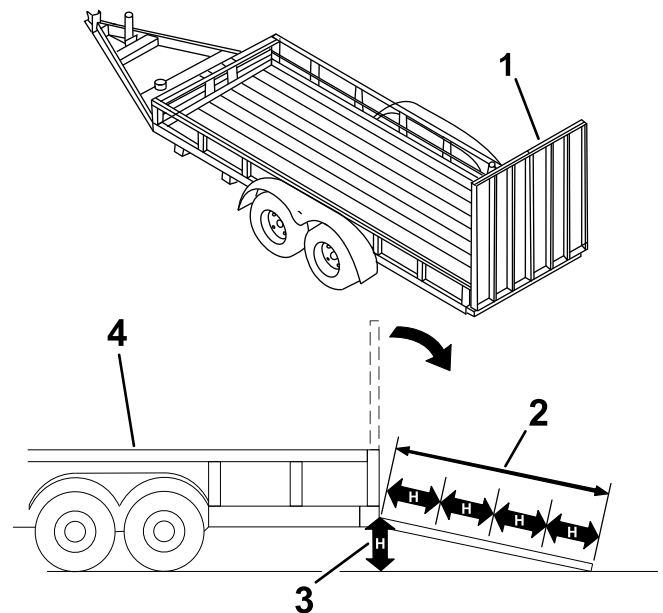

Bild 18
Beim Verladen einer Maschine auf einen Anhänger oder Pritschenwagen erhöht sich die Gefahr, dass die Maschine umkippt und schwere oder tödliche Verletzungen verursacht (**Bild 18**).
3. Senken Sie die Rampe ab (Bild 18).